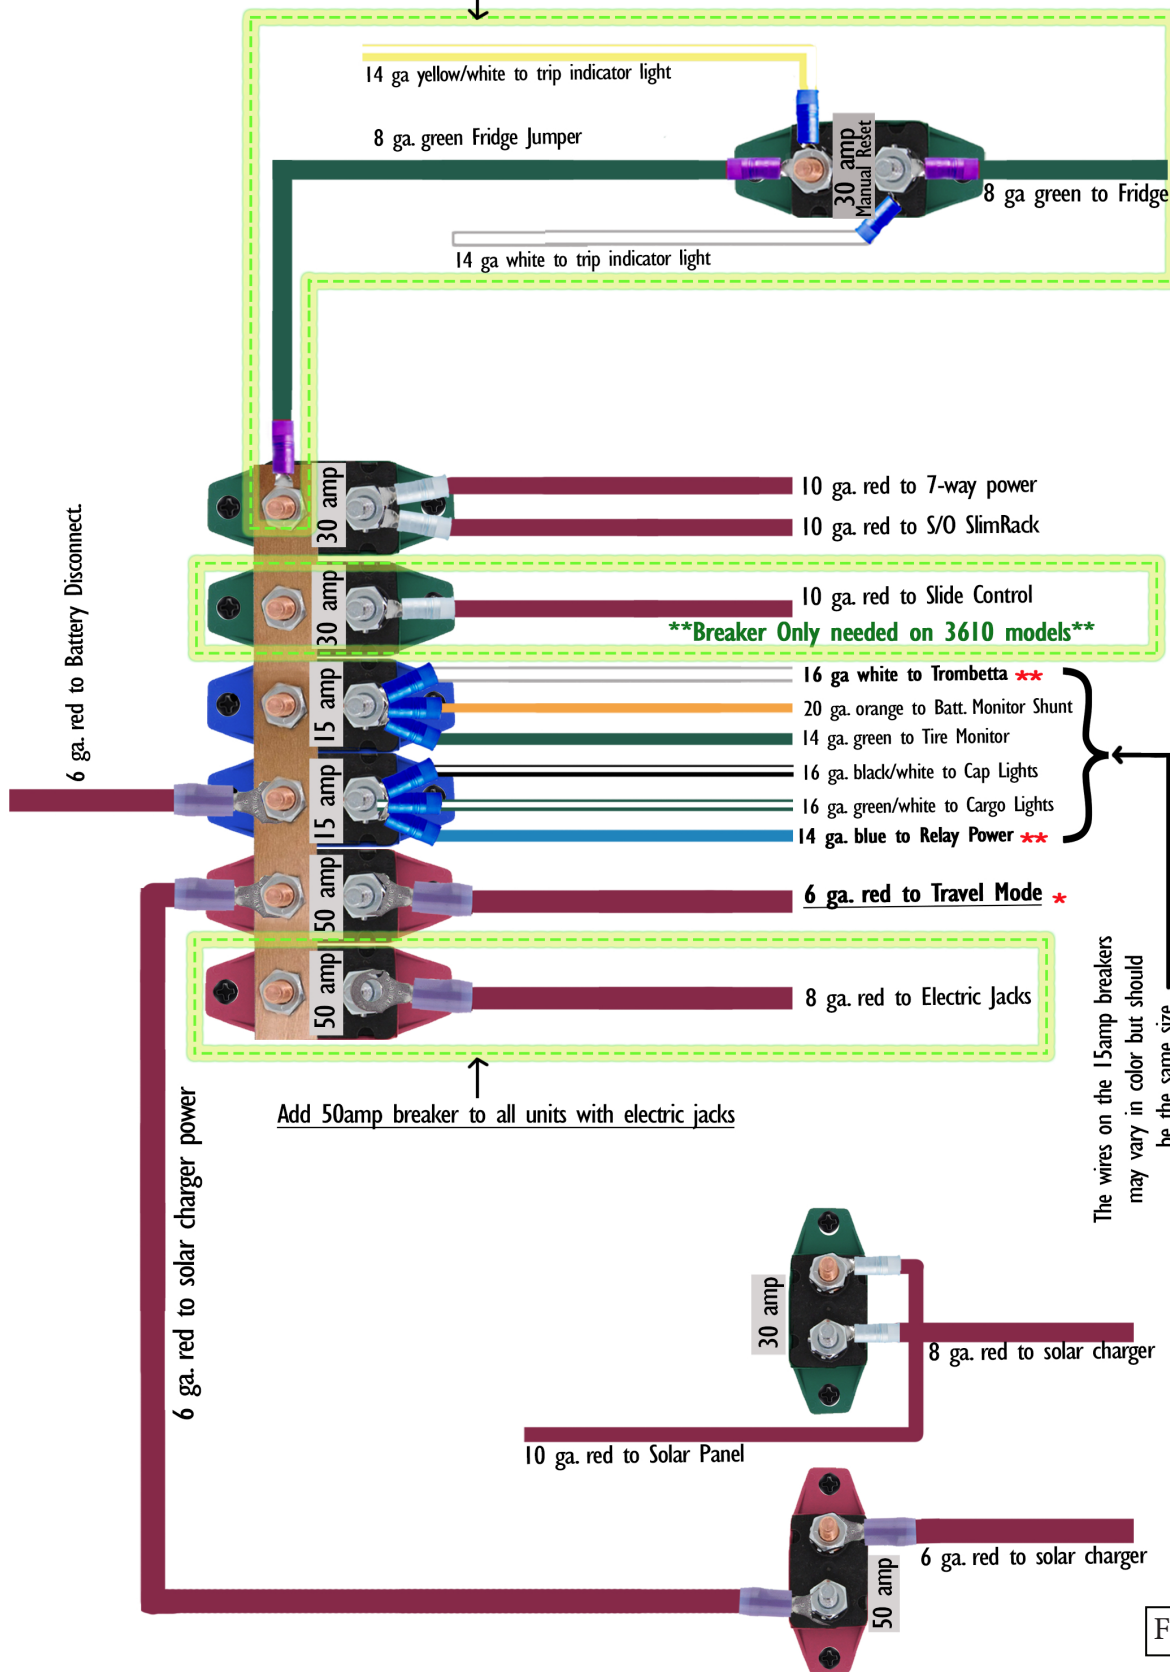

Figure 34
47. Réparation terminée (référence Figure 34 - schéma final sur la dernière page).